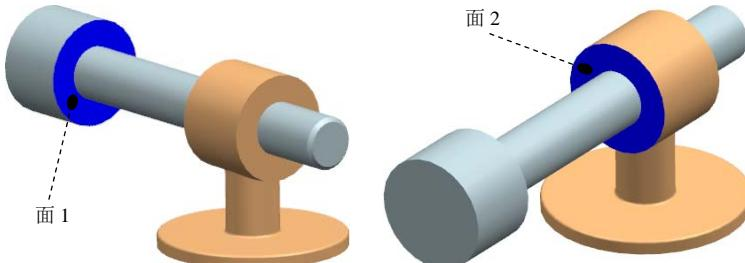

图 8.3.6 机构模型
下面举例说明机构动态测量的一般操作过程。在图 8.3.6 所示的机构中, 定义滑动轴中的面 1 和导套中的面 2 的最小距离为 10mm, 当机构运行到此位置时自动停止。
(2) 定义参考对象。在“测量”对话框的“类型”下拉列表中选择 最小距离 选项, 然后单击“第一组”区域中的 按钮, 选取图 8.3.6 所示的面 1 为第一组检查对象; 再单击“第二组”区域中的 按钮, 选取面 2 为第二组检查对象。